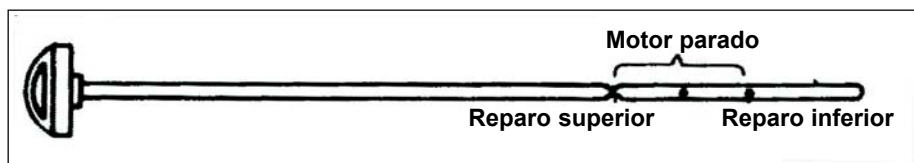

Fig 5-9. Vareta de nível de óleo da transmissão a frio.
(1) nível com motor frio: (Fig 5-9)